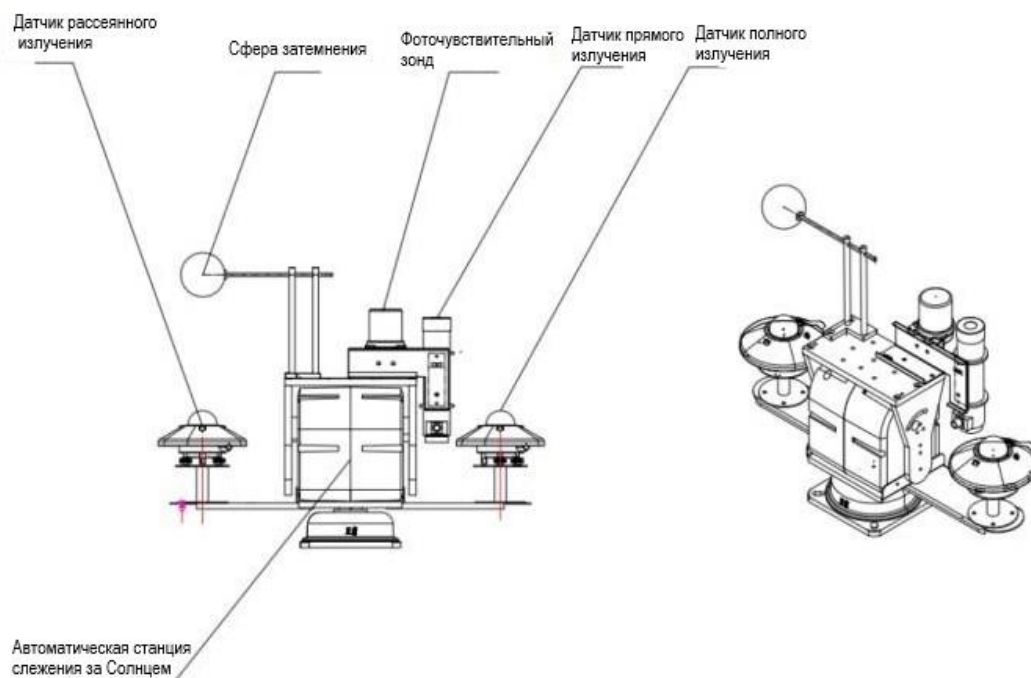

Рисунок 3. Схема установки автоматической системы измерения солнечного излучения ICB200-08
5) Установка датчиков рассеянного и суммарного излучения. Установите разъемы датчиков полного и рассеянного излучения на станции, как показано на схеме (рисунок 3). Закрепите датчики суммарного и рассеянного излучения на поддоне, при необходимости выровняв их. Установите светозащитный шар на резервное отверстие в верхней части станции и отрегулируйте положение, чтобы заблокировать рассеянное излучение.